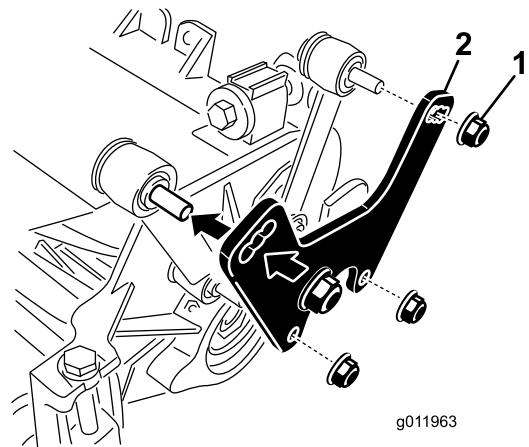

Figura 7
1. Rimuovete i dadi e le rondelle che fissano i tiranti di sollevamento alla piastra laterale dell'apparato di taglio e al telaio portante (Figura 7).